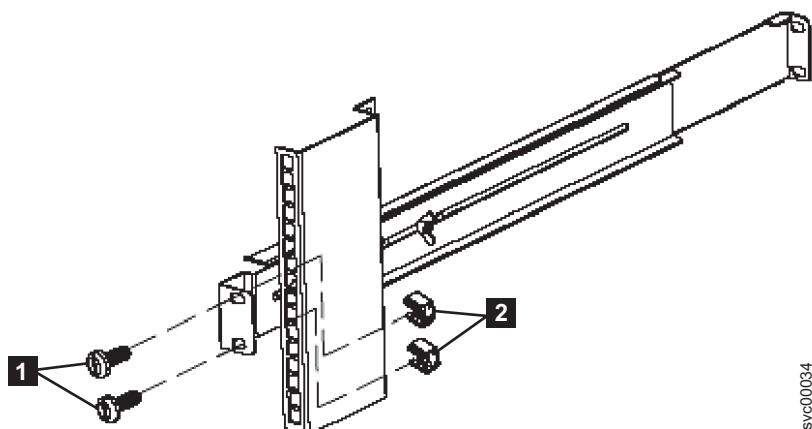

图 234. 卸下 2145 UPS-1U 上的后部导轨
5. 从导轨后部卸下两个 M6 × 10 螺钉（第 284 页的图 234 中的 **1**）以及两个夹紧螺母（**2**）。